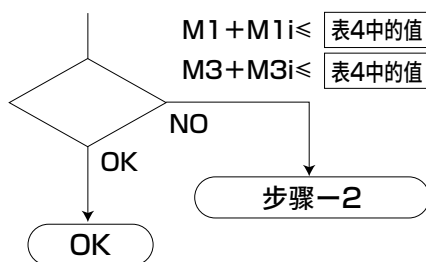

图8 SRM3的惯性系数的趋势
(1) 根据缓冲部的介入速度 (Va) 和图8中的SRM3的惯性系数的趋势，计算出G系数。